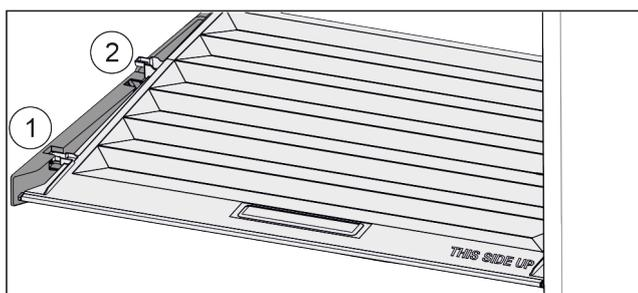

Fig. 161
- ▶ Tirare in avanti il coperchio fino all'apertura nei fermi Fig. 161 (1).
- ▶ Sollevare posteriormente dal basso e togliere verso l'alto Fig. 161 (2).